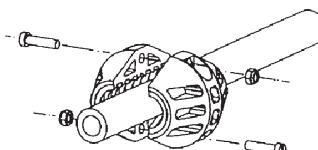

Fig. 5
2. Montez le bouchon du tuyau sur l'extrémité de sortie du tuyau (fig. 5).